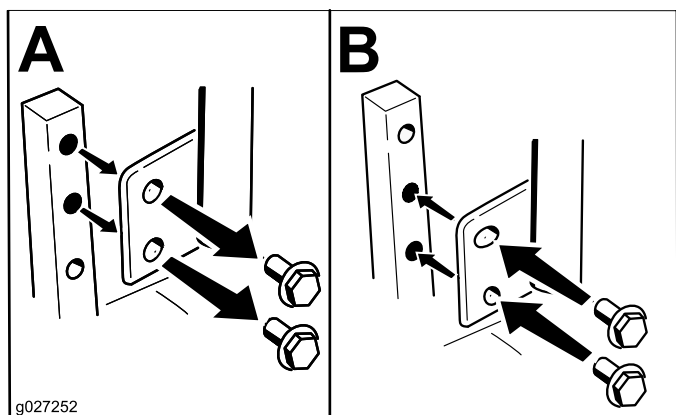

Figure 22
La hauteur des leviers de commande de déplacement peut être adaptée à la taille de l'utilisateur (Figure 22).
2. Desserrez le boulon inférieur jusqu'à ce qu'il soit possible de faire pivoter le levier de commande en avant ou en arrière (Figure 22). Resserrez les deux boulons pour fixer la commande à sa nouvelle position.